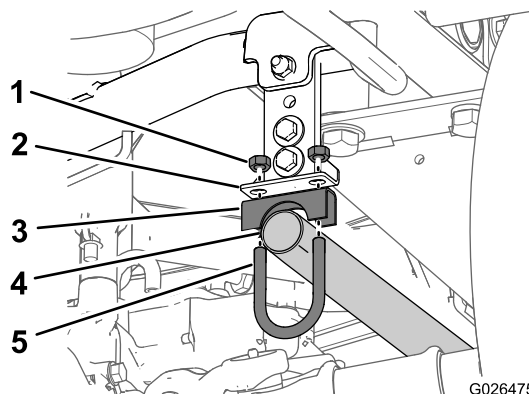

図 11
3. 排気管の開放端側で、Uボルト 1-1/4 インチ、サドルブラケット 1-1/4 インチ、ナット2個を使って、パイプをパイプと排気管ブラケットに仮留めする 図 11。
注 この時点ではまだクランプの本締めを行わないでください 図 11。